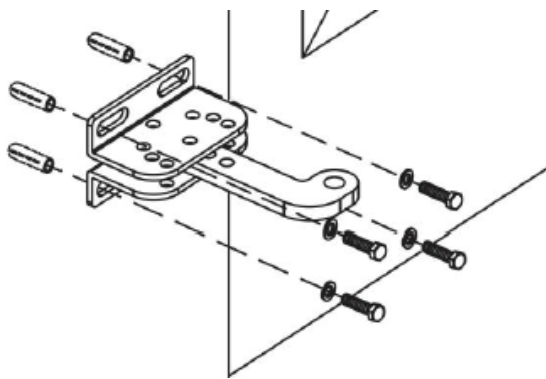

Figure 1
2. Assembler l'étrier arrière et établir son point de fixation (**figure 1**) en fonction des cotes A, B (section C3) et des dimensions fournis (section C2).
1. Retirez les 4 vis du capot du boîtier électronique (**figure 1**).